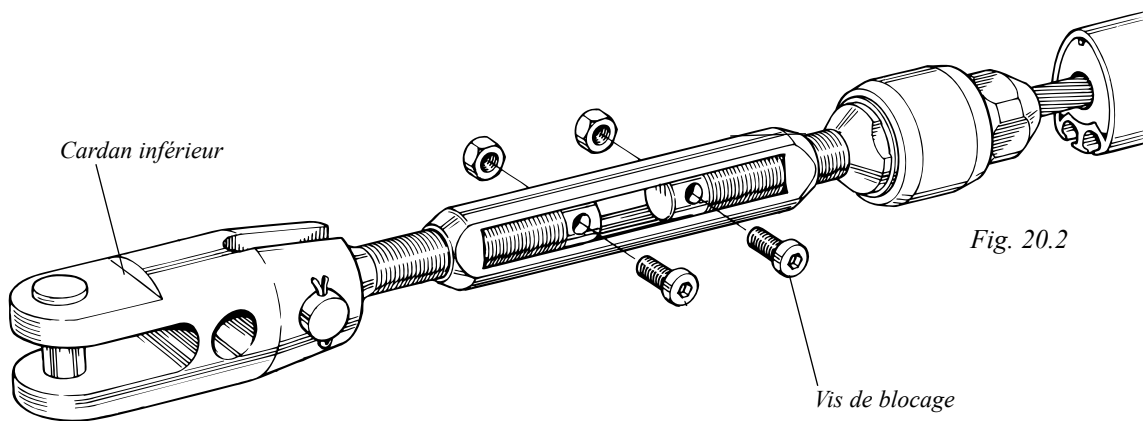

Fig. 20.2
5. Enlevez les vis de blocage (voir figure 20.2.).